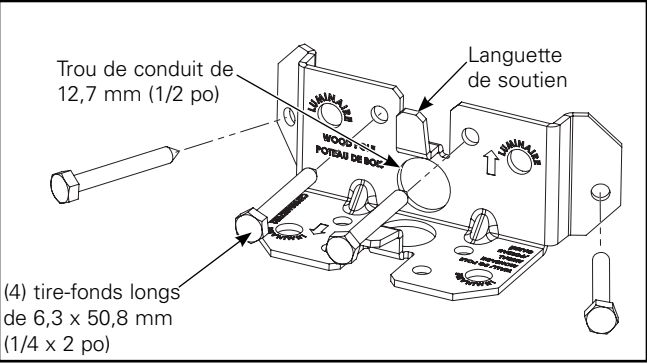

Figure 3.
- **Montage sur poteau en bois :** Placez le support (montage sur poteau de bois) de façon à ce que la face soit contre le poteau. La flèche du support doit pointer vers le haut. (Figure 3.)
3. Utilisez la douille de 11,1 mm (7/16 po) pour installer les quatre (4) tire-fonds (fournis), comme montré. Serrez les tire-fonds à un couple d'environ 8 à 11 Nm (6 à 8 pi-lb).